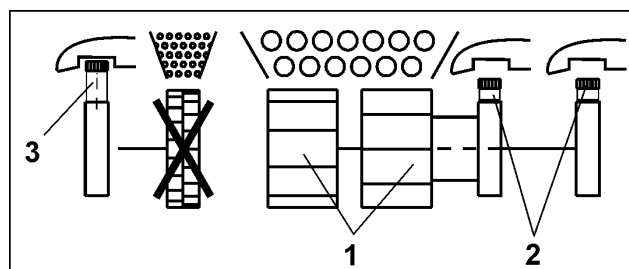

Fig. 62
Pour semer avec les deux roues distributrices principales Fig. 62/1)
- Vissez les molettes (Fig. 62/2) des roues distributrices principales
- Dévissez la molette (Fig. 62/3) de la roue distributrice fines graines.